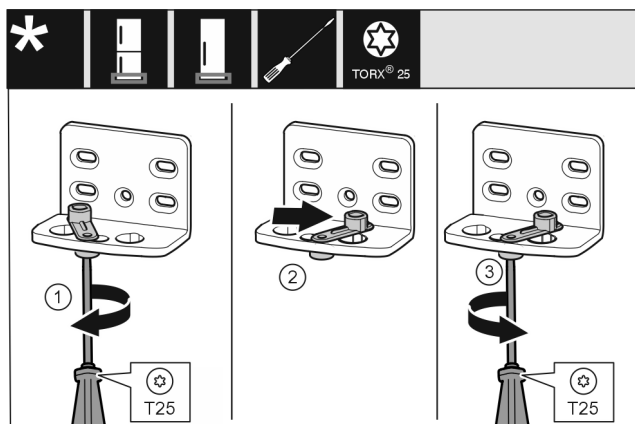

Fig. 13
- ▶ Vijake rahlo privijte z izvijačem T25. Fig. 13 (1)
- ▶ Pripomoček za zapiranje vrat dvignite in v izvrtini zavrtite za 90° v desno. Fig. 13 (2)
- ▶ Trdno privijte vijak z izvijačem T25. Fig. 13 (3)